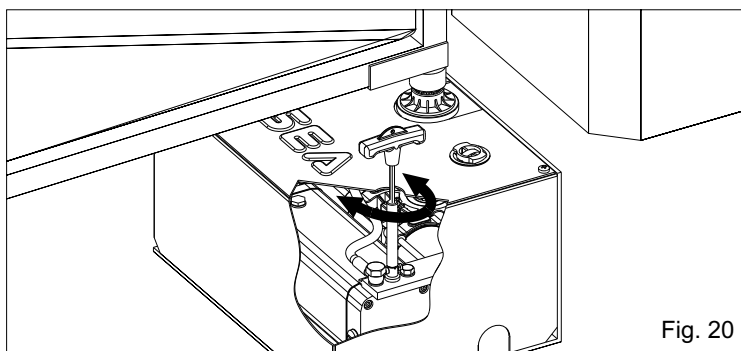

Fig. 20
- Insérer la clef dans le rallonge du déverrouillage et tourner la poignée d'environ 180° dans le sens anti-horaire (Fig. 20).